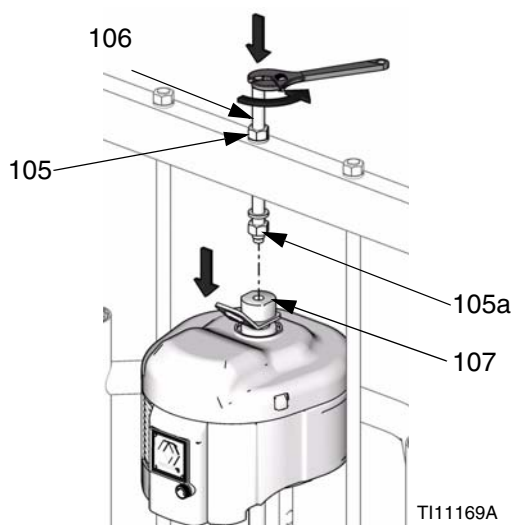

FIG. 24
- a. *Pour les moteurs pneumatiques NXT équipés d'un plateau de 200 litres (groupes de dosage D200 3 pouces et D200s 6,5 pouces) :* Desserrez l'écrou (105a) situé sous le stabilisateur. A l'aide de la clé, maintenez en place la manchette de raccordement de l'anneau de levage (107) et desserrez la tige filetée (106) située au-dessus du stabilisateur à l'aide d'une autre clé. Voir FIG. 24.